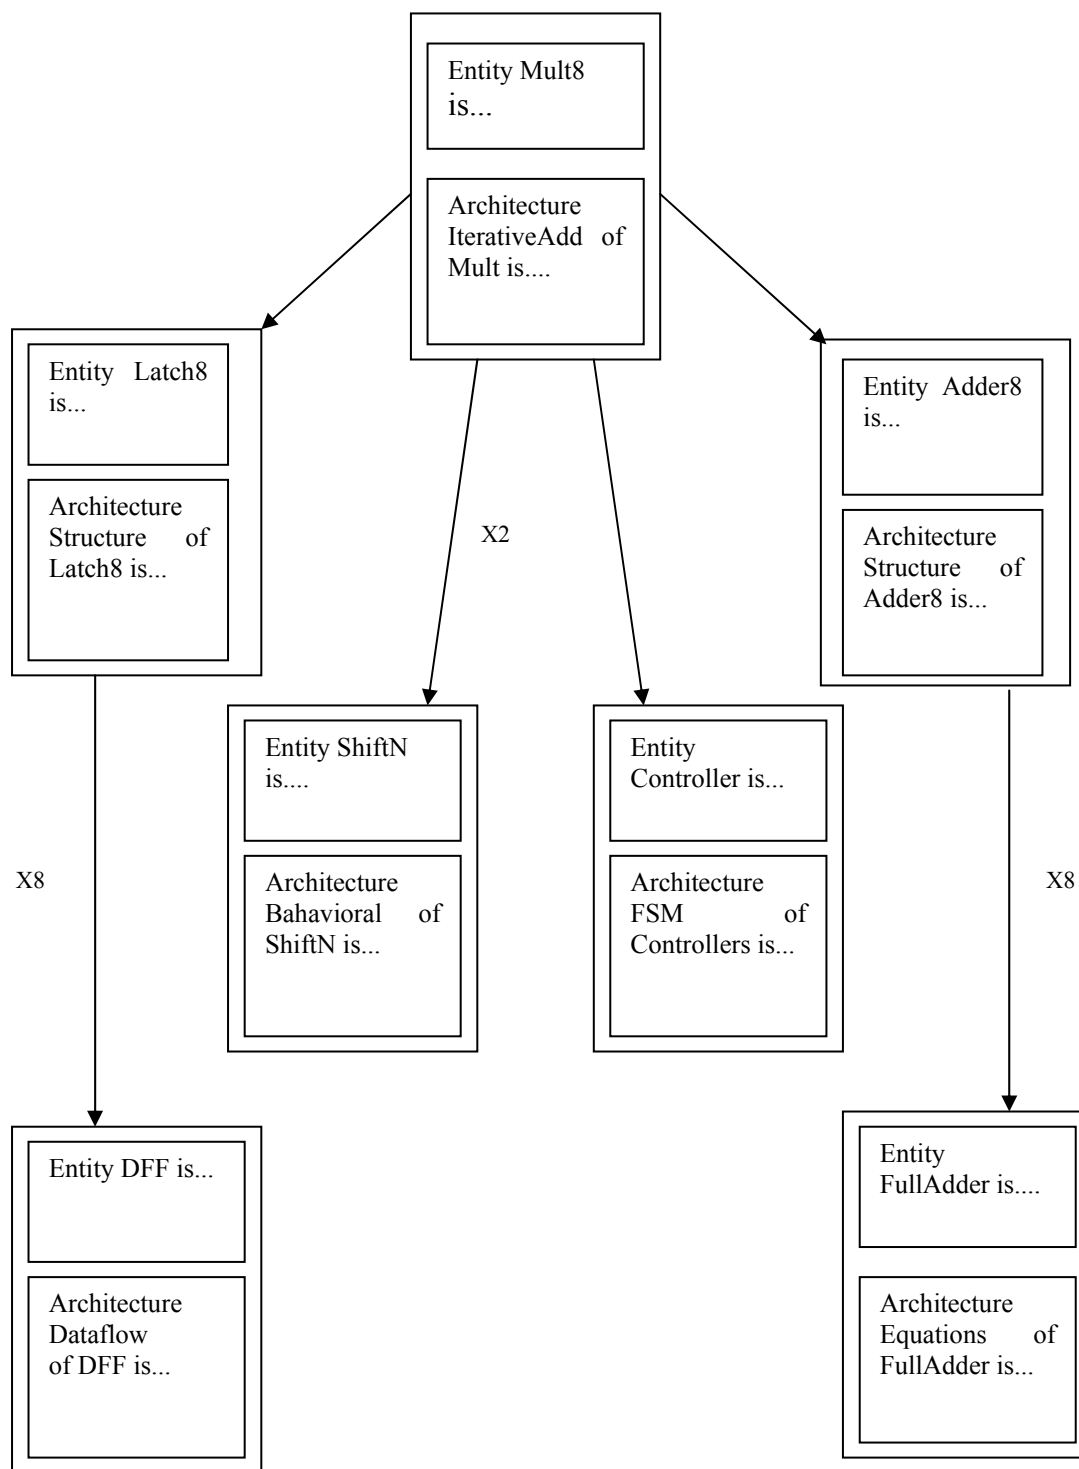

Figura 3 – Structura ierarhică a componentelor din cadrul multiplicatorului Mult8
Observație: Deoarece entitatea `Mult8` a multiplicatorului conține în structura sa instanțe ale componentelor studiate în lucrările de laborator anterioare și deoarece unele din acestea au structura alcătuită din alte componente (de exemplu, sumatorul `Adder8` conține 8 instanțe ale entității `Full_Adder`), dacă este cazul, recompilați toate fișierele corespunzătoare entităților din structura multiplicatorului. În Figura 3 sunt prezentate toate componentele care intră în structura multiplicatorului precum și modul lor de ierarhizare.
6. Având încărcată entitatea `Test_Mult8` în simulator, din fereastra principală a programului ModelSim deschideți fereastra **Structure** (selectați **View** -> **Structure**) și vizualizați structura ierarhică a entității de test precum și a multiplicatorului. Se va apăsa pe butonul + pentru a vizualiza structura fiecărei componente. Urmăriți structura din fereastra **Structure** în comparație cu structura ierarhică prezentată în figura 3.